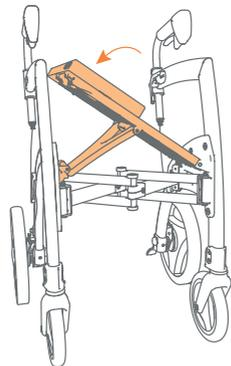

Figura 8: spingere il sedile verso il basso finché non si sente un clic.
- Spingere il sedile verso il basso finché non scatta in posizione. Importante: il sedile non è fissato finché non lo si sente chiaramente, fare clic (**Figura 8**).